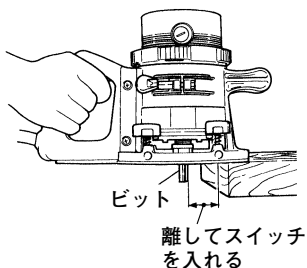

図 17
- (1) スイッチを入れるときは、ビットを材料から離れた状態で入れてください。(図17)